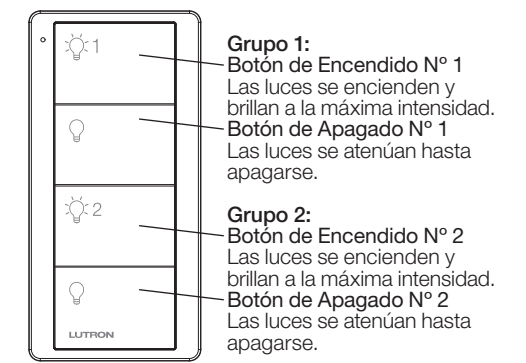

Figura 3c
**Nota:** Para los controles inalámbricos Pico® de dos grupos únicamente, empareje el segundo grupo repitiendo los pasos 1 y 2 con el botón **Apagar** del segundo agrupamiento (Figura 3c).